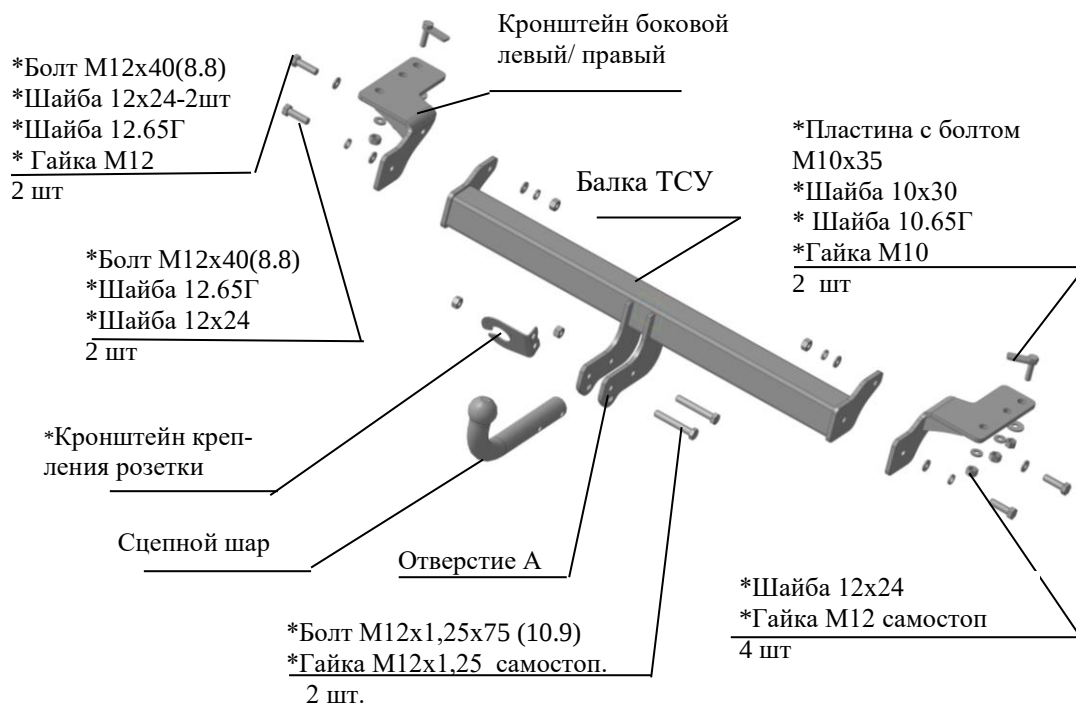

Рис.1 Тягово-сцепное устройство 8152.
2.1 ТСУ 8152 в сборе (рис.1)	1 шт.
2.2 Пакет с комплектующими (см. рис.1)+защитный колпак	1 шт+1 шт.
4.2 В переднее отверстие в левом лонжероне вставить пластину с болтом. Закрепить левый боковой кронштейн ТСУ к нижней полке левого лонжерона а/м, используя пластину с болтом М10х1,25х40 и шпильки штатные М12 (в лонжеронах) и крепеж соответственно рис.1.Крепеж не затягивать.
4.4 Закрепить балку ТСУ к съемным боковым кронштейнам болтами М12х40 и крепежом соответственно рис.1. Крепеж не затягивать.